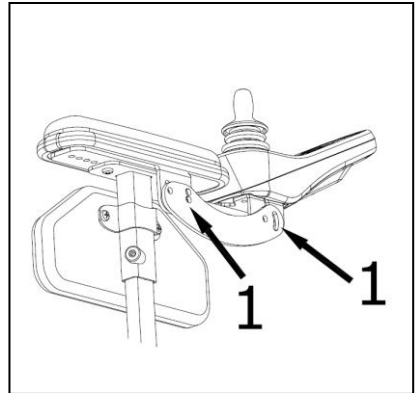

Figure 4.14
**Réglage de la hauteur du boîtier de commande (fig. 4.14).**
1. Desserrer les boulons (1).